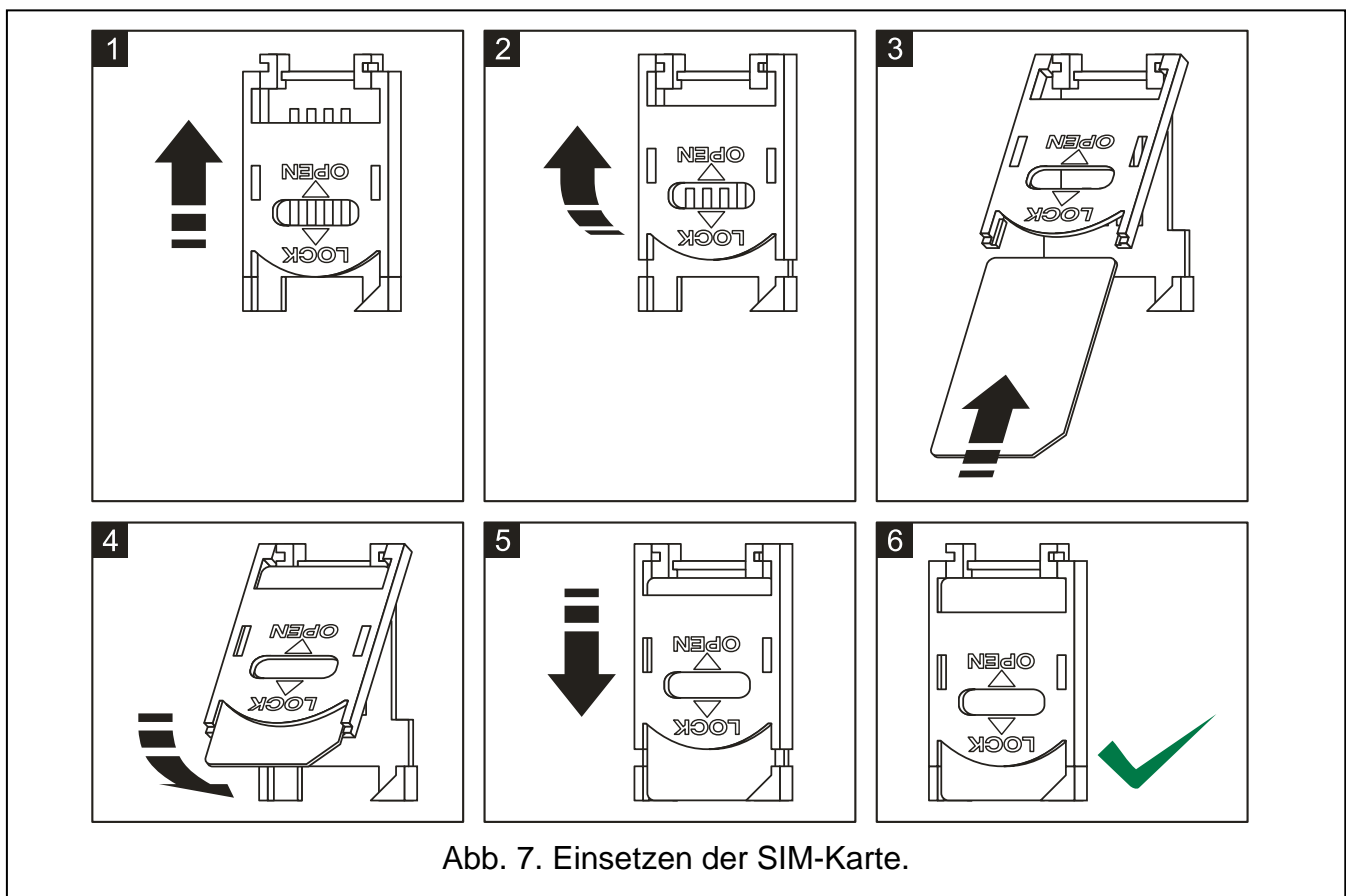

Abb. 7. Einsetzen der SIM-Karte.
11. Die SIM-Karte in den Steckplatz einsetzen (siehe: Abb. 7).